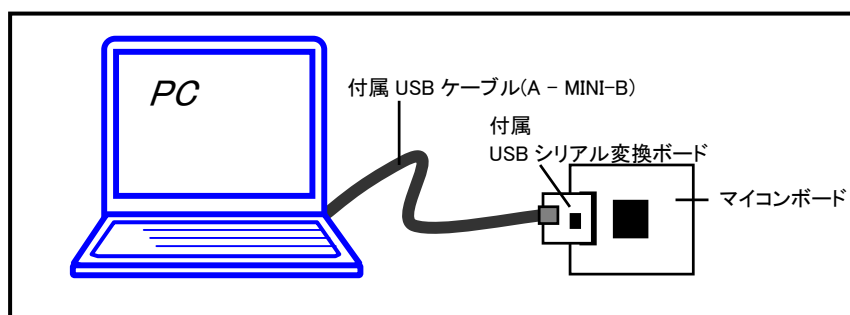

図 3-2 接続設定図
②付属の USB-ADAPTER と USB ケーブル(A - MINI-B)を接続してください。
③②で準備した USB ケーブル(A - MINI-B)を PC と接続してください。
④②で準備した USB-ADAPTER をマイコンボードのフラッシュインタフェース(20pin コネクタ)に接続してください。
⑤DC 電源(2P)より 5V 電源を投入してください。
※②～④の接続設定については「図 3-2 接続設定図」をご参照ください